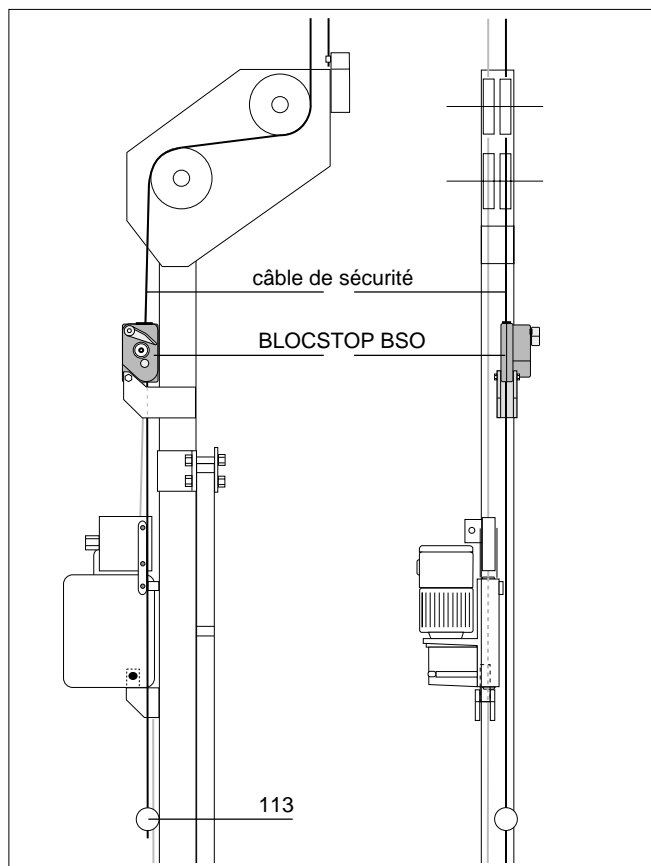

Fig. 1.32
b) ... sur les étriers "C" (Fig. 1.32)
- Avant d'engager le câble de sécurité (152) dans l'antichute BLOCSTOP BSO (108), vérifier s'il n'est pas enroulé autour du câble de levage (151).
- Accrocher un lest (113) à chaque câble de sécurité, à environ 20 cm au-dessus du sol.